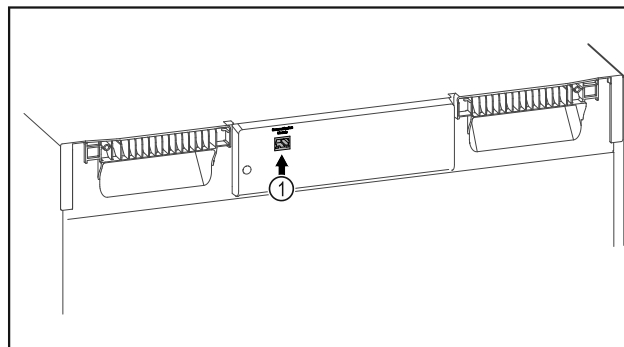

Fig. 87
- SmartModule Fig. 87 (1) inserito.